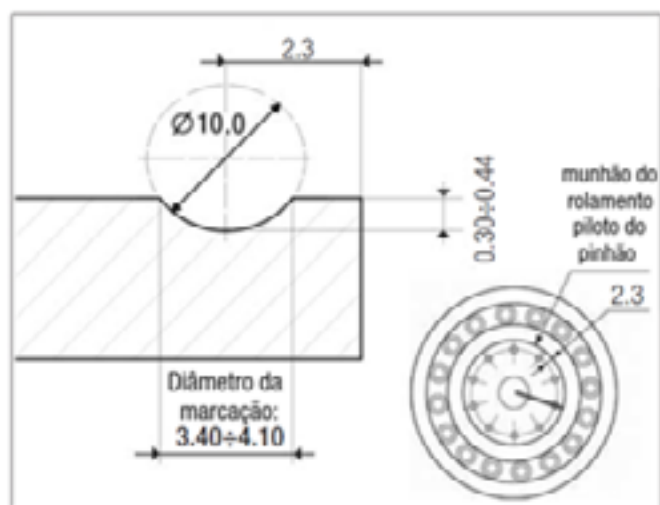
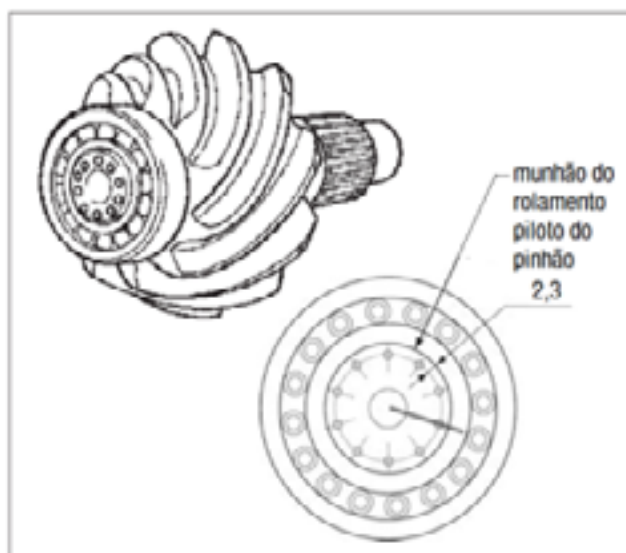

Fig. 2.13
Fig. 2.12
3. Fixe o rolamento piloto no pinhão com uma cravação esférica em 10 lugares igualmente espaçados (Fig. 2.12). A ferramenta de serviço (MST4209) tem apenas cinco esferas para cravação (Fig. 2.13).